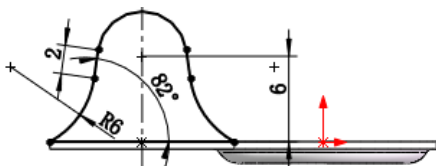

图 8.15 边线—法兰 1 草图
(3) 定义法兰参数。
① 定义法兰角度值。在 **角度(G)** 区域的 文本框中输入角度值 90.0。
② 定义长度类型和长度值。在“边线法兰”对话框的 **法兰长度(L)** 区域的 下拉列表中选择 **给定深度** 选项，在 文本框中输入深度值 2。在此区域中单击“外部虚拟交点”按钮 。
③ 定义法兰位置。在 **法兰位置(N)** 区域中，单击“折弯在外”按钮 。
(4) 单击 按钮，完成边线—法兰 1 的初步创建。
(5) 编辑边线—法兰 1 的草图。在设计树的 **边线—法兰1** 上右击，在系统弹出的快捷菜单中单击 命令，系统进入草图环境。绘制图 8.15 所示的草图，退出草图环境，此时系统完成边线—法兰 1 的创建。